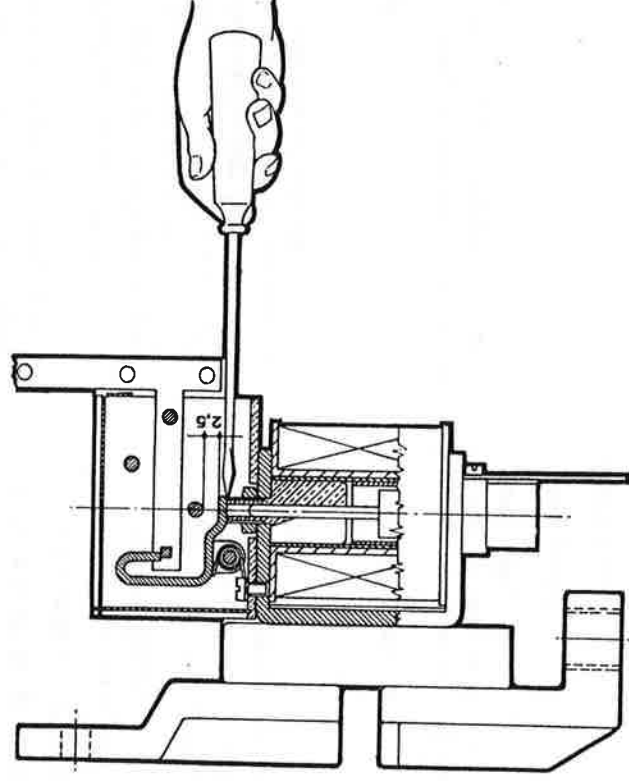

Fig. 14
- mediante un cacciavite sollevare l'estremità della levetta di sgancio indicata in fig. 14 fino ad ottenere l'apertura dell'interruttore.
- push upwards by means of a screwdriver the end of the tripping lever shown on fig. 14 till the breaker trips.